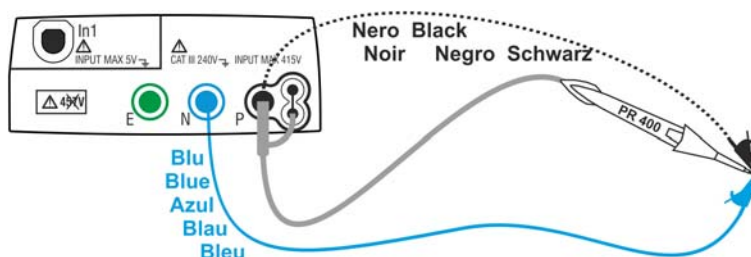

Fig. 7: Compensazione della resistenza dei cavi singoli e del puntale remoto
2. Connettere i coccodrilli e/o i puntali e/o il puntale remoto tra di loro come in Fig. 7.